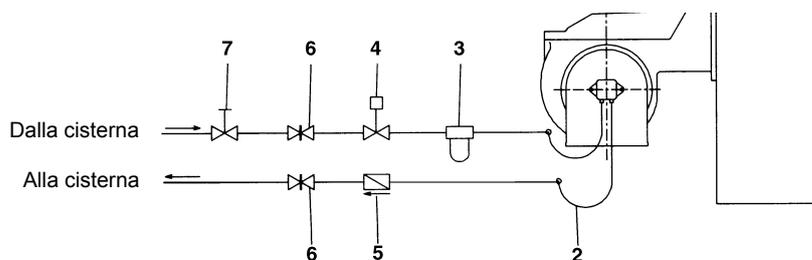

Fig. 20
**NOTA:** negli impianti a gravità e ad anello, inserire un dispositivo di intercettazione automatica (vedere n. 4 - Fig. 20).